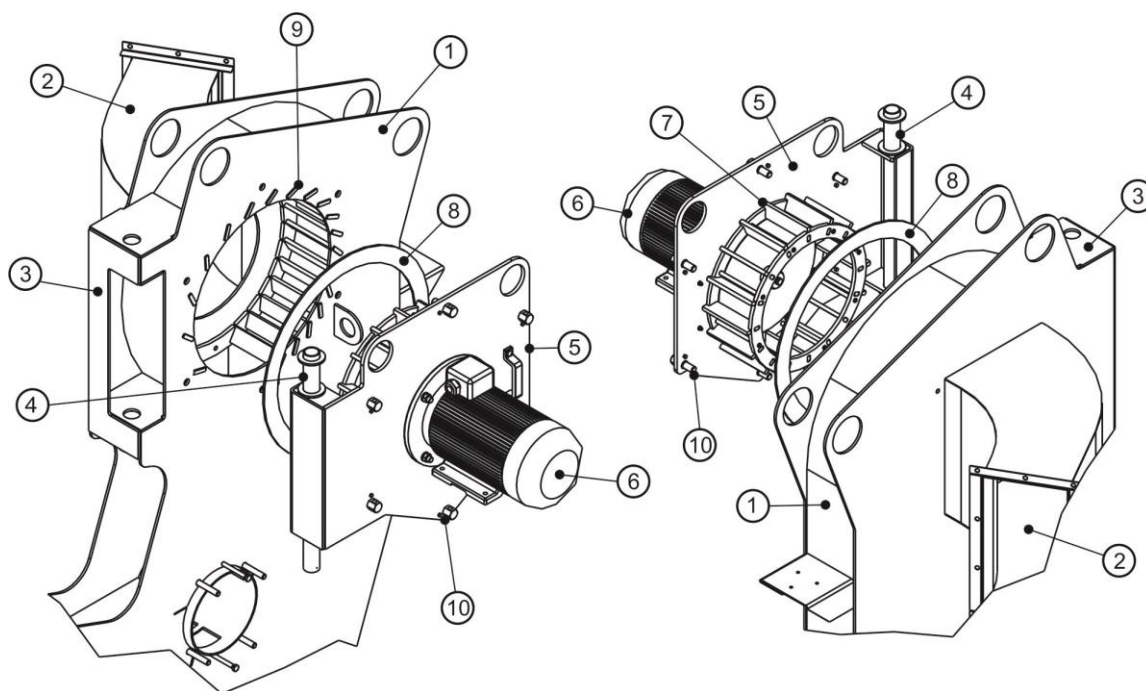

Рис. 7 Динамический воздушно-центробежный классификатор
Динамический воздушно-центробежный классификатор (Рис.7) состоит из корпуса (1), патрубка (2) выхода тонкого продукта, петлевой части (3) к которой посредством оси (4) крепится дверь (5). На двери (5) размещен электродвигатель (6) привода делительного ротора. На оси электродвигателя (6) установлен делительный ротор (7). На внутреннюю поверхность двери (5) наклеена прокладка (8) из пористой резины. В пазах корпуса (1) установлены пластины (9) направляющего аппарата, служащие для разделения материаловоздушного потока и отражения крупных частиц в направлении канала выхода «крупки». В закрытом положении дверь (5) фиксируется прижимами (10).